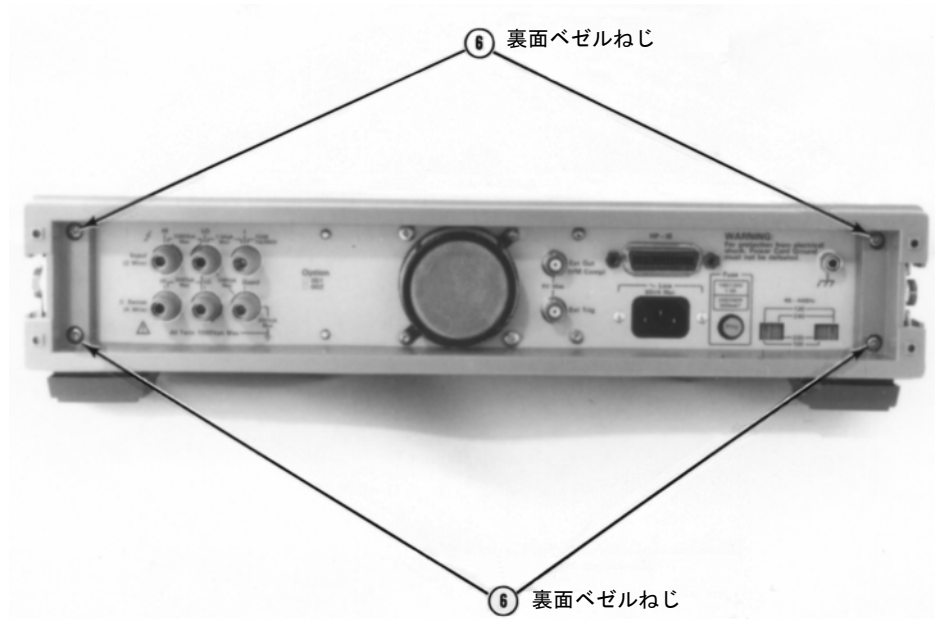

図38. 3458の裏面図
8. 図38を参照してください。3458の裏面を前にして置きます。
5. 図38を参照してください。裏面を前にして3458を置きます。